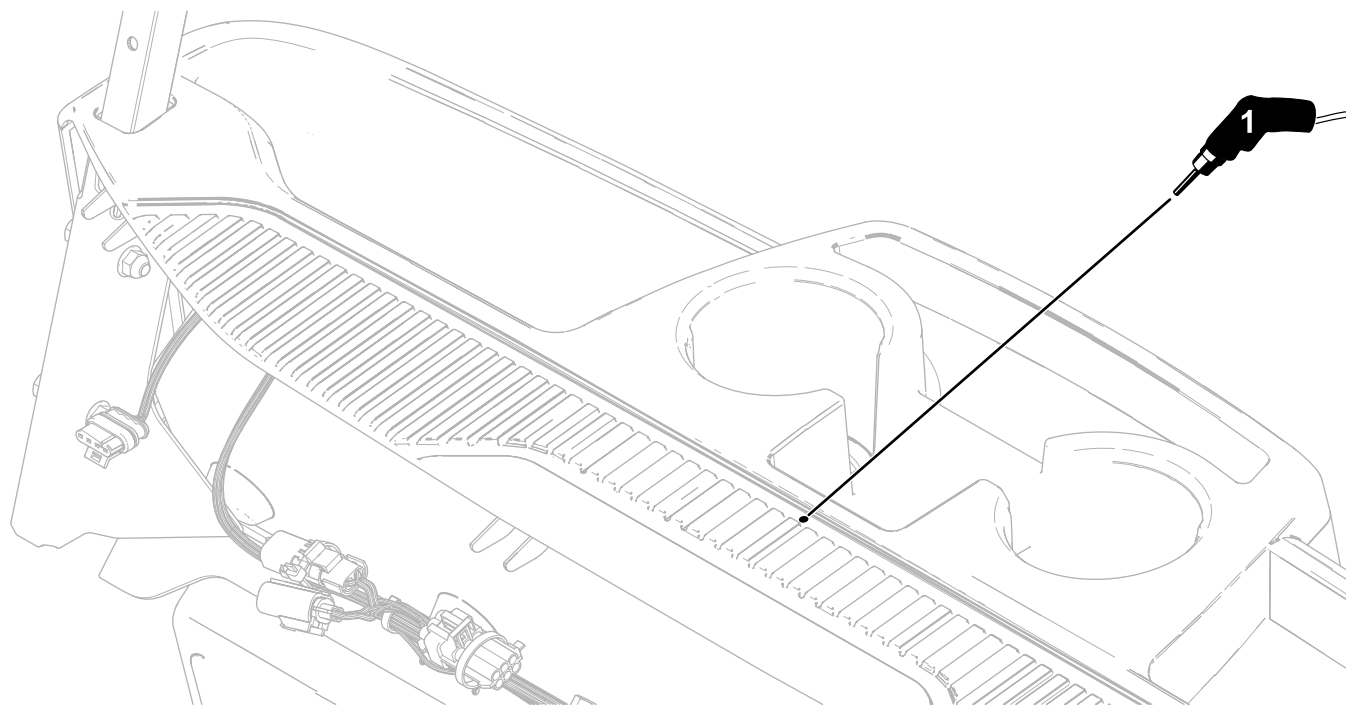

**Figura 1**
2. No entalhe no tablier, faça um furo (6 mm) como se mostra na Figura 1.